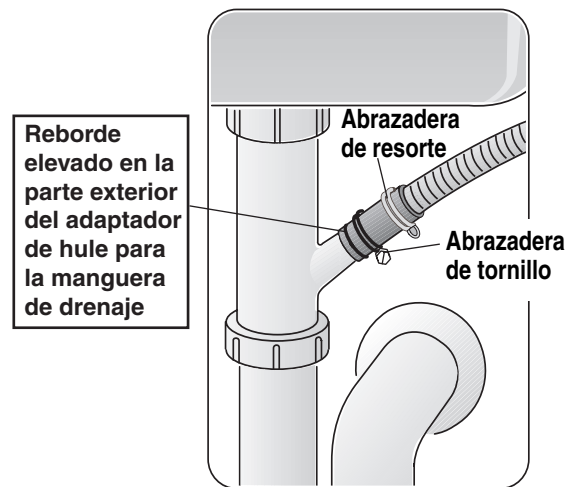

Figura 23
- 3 Fije la conexión con la abrazadera de resorte (vea la **Figura 23**).
- 4 Use la abrazadera de tornillo para fijar el adaptador de hule para la manguera de drenaje a la tubería de drenaje de la casa (vea **Figura 23**).